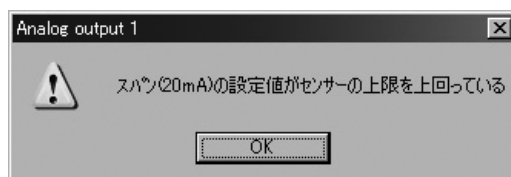

図133
- ② 設定項目を入力し、「OK」ボタンをクリックした後、変換器側で、その設定に誤りがあると判断した場合には図133のような警告のエラーボックスが現れます。「OK」ボタンをクリックし、誤った入力を訂正してください。